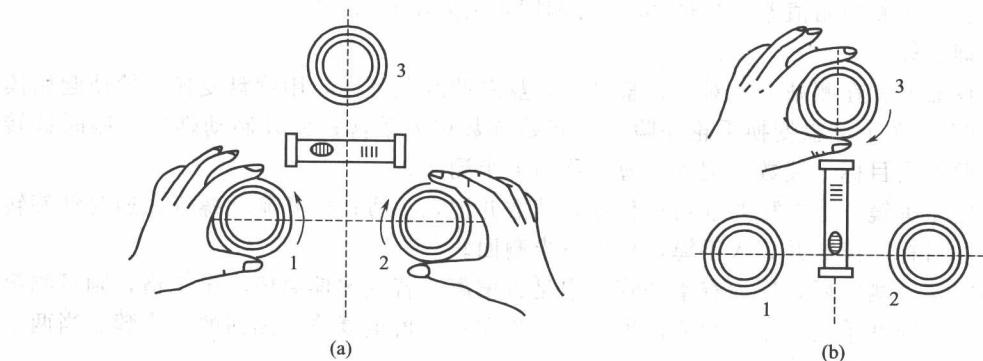

图 5-1 整平
(1) 对中
- ① 将三脚架安置在测站上，使架头大致水平；
- ② 调整仪器的三个脚螺旋，使光学对中器的中心标志对准测站点（不要求气泡居中）；
- ③ 伸缩三脚架腿使照准部圆水准器或管状水准器气泡大致居中（不必严格居中）。
(2) 整平 如图 5-1 所示。使照准部水准管轴平行于两个脚螺旋的连线，转动这两个脚螺旋使水准管气泡居中，将照准部旋转 90°，转动另一脚螺旋使水准管气泡居中，在这两个位置上回来数次，直到水准管气泡在任何方向都居中为止。若整平后发现对中有偏差，可松开中心连接螺旋，移动照准部再进行对中，拧紧后仍需重新整平仪器，这样反复几次，就可对中整平。